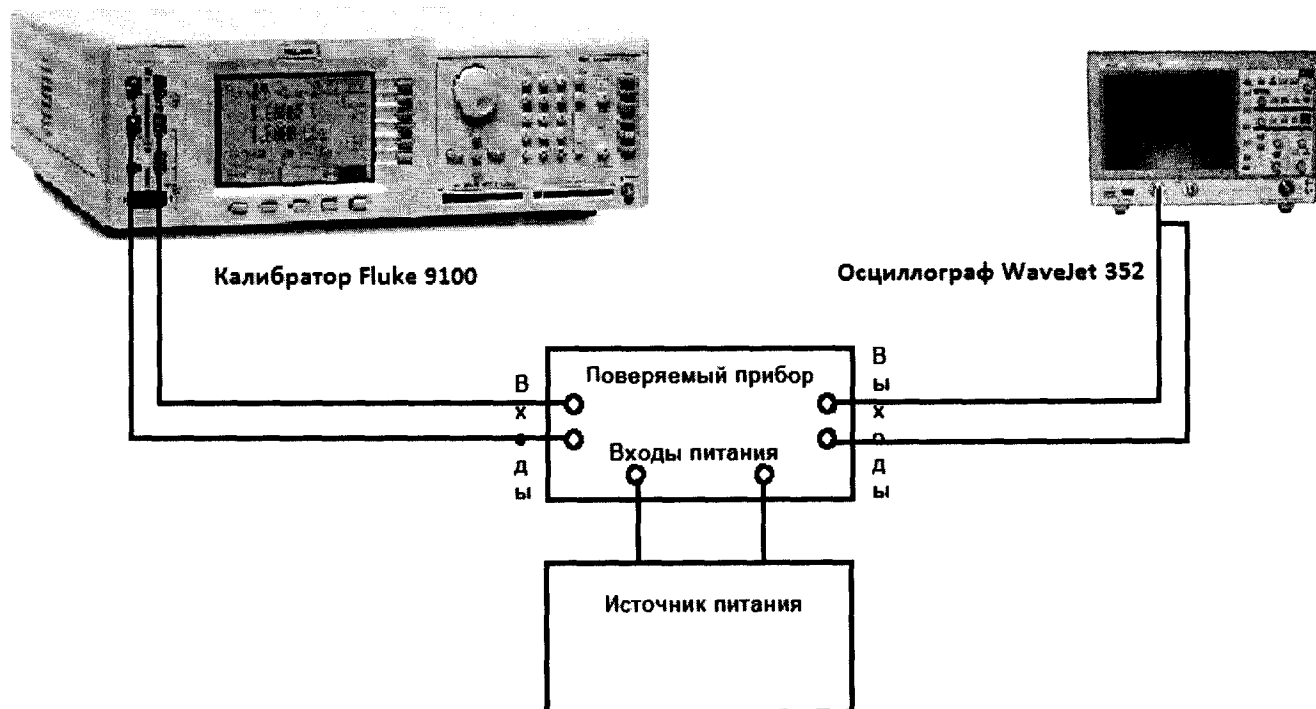

Рис. 2
1. Собрать схему поверки, приведенную на рис. 2.
1. Собрать схему поверки, приведенную на рис. 2. Основное питание подавать на клеммы 7 и 8 преобразователя.